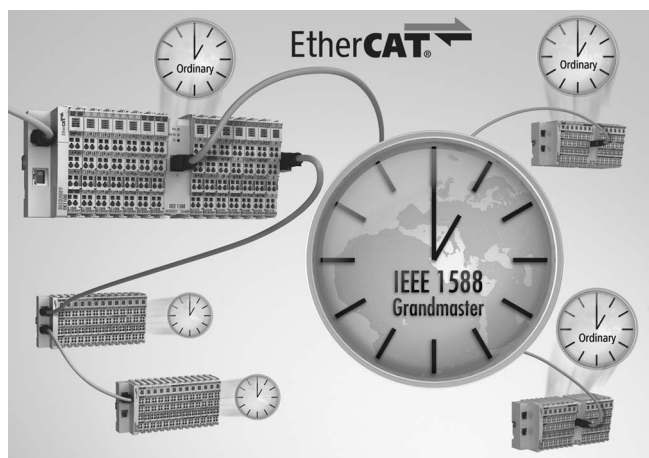

Рис. 3
**PROFINET IO, контроллер EL6631.** Помимо реально-временных (RT) функций и широких возможностей диагностики PROFINET IO-контроллер поддерживает изохронный режим PB (IRT). Для диагностики по сети могут использоваться такие протоколы, как LLDP и SNMP. Кроме того, в контроллер EL6631 интегрирована полная поддержка протокола резервирования среды (MRP). Контроллер способен функционировать как MRP-клиент или как MRP-сервер. Поддерживаются все сервисы стандарта Conformance Class C. К EL6631 можно подсоединить до 255 PROFINET IO-устройств. (Будет доступен во II квартале 2009 г.).
**PROFINET IO-устройство EL6631-0010.** Помимо реально-временных (RT) функций и широких возможностей диагностики PROFINET IO-устройство поддерживает изохронный режим PB (IRT). Для диагностики по сети могут использоваться такие протоколы, как LLDP и SNMP. Кроме того, в EL6631-0010 интегрирована полная поддержка протокола резервирования среды (MRP). Устройство способно функционировать как MRP-клиент/сервер. Поддерживаются все сервисы Conformance Class C.
**Мастер и подчиненное устройство EL6688** может функционировать как IEEE 1588 мастер/подчиненное устройство (рис. 3). Для этого используется ИВС EtherCAT. С использованием нового коммуникационного модуля EL6688 стала возможной синхронизация по стандарту IEEE1588, распространяющаяся на целые производственные участки, позволяя с высокой точностью согласовывать функционирование станков, системных компонентов и производственных линий между собой или с внешними часами, например, GPS-ресивером. Таким образом, становится доступной высокоточная не зависящая от технологии и производителя глобальная база времени, преимущество которой может быть реализовано, например, при простановке временного штампа на данных, полученных в результате измерений.